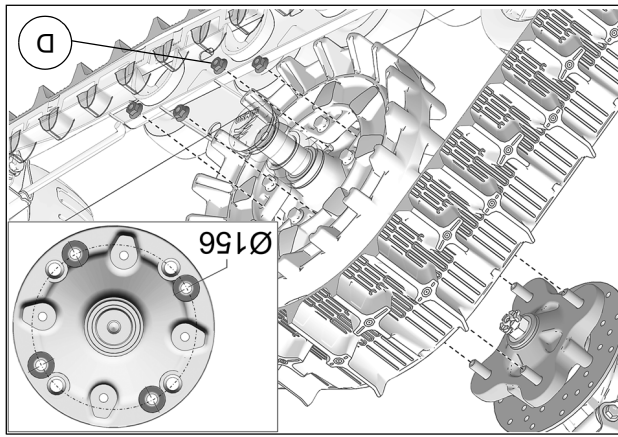

Fig. 10
9. Fixer le système de traction au moyeu de roue arrière. Utiliser le cercle de perçage de Ø156mm et les écrous de roue 3/8-24 (D) fournis. Voir la Fig. 10